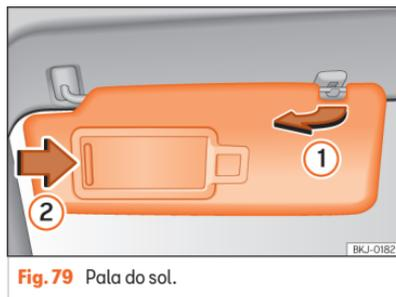

Fig. 79 Pala do sol.
- A pala do sol pode ser puxada para fora da fixação e ser virada para a porta »» Fig. 79 ①.